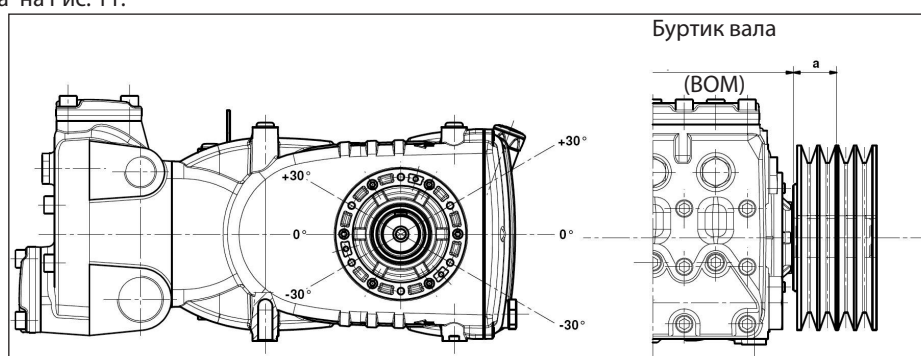

Рис. 11
Радиальная нагрузка на вал не должна превышать 7500 Н (значение, необходимое для определения компоновки). Передача считается соответствующей, если данная нагрузка прилагается на максимальном расстоянии **a=40 мм** от буртика вала (ВОМ), как указано на Рис. 11.
- б) Пользуйтесь ремнями с высоким КПД, например, **XPB** вместо **SPB**, поскольку в этом случае потребуется меньшее количество ремней при одинаковой передаваемой мощности, что в свою очередь сократит расстояние между результирующей силой и буртиком вала (BOM) "а" на Рис. 11.
- д) Натягивайте ремень в направлении, указанном на Рис. 11, в случае особых потребностей обратитесь в **технический отдел** или **службу технической поддержки**.